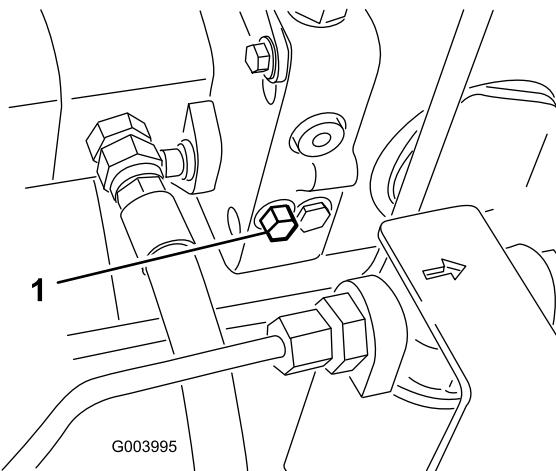

Figura 43
1. La valvola di bypass è situata sul lato sinistro dell'idrostato (Figura 43). Fate ruotare di un giro e mezzo il bullone per aprire e lasciare bypassare l'olio all'interno. Dal momento che il fluido viene bypassato, potete spostare lentamente la macchina senza danneggiare la trasmissione.